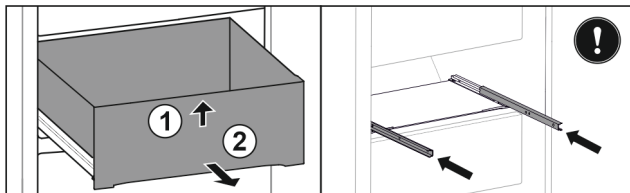

Fig. 113
- ▶ Schubfach vorne anheben. Fig. 113 (1)
- ▶ Schubfach nach vorne entnehmen. Fig. 113 (2)